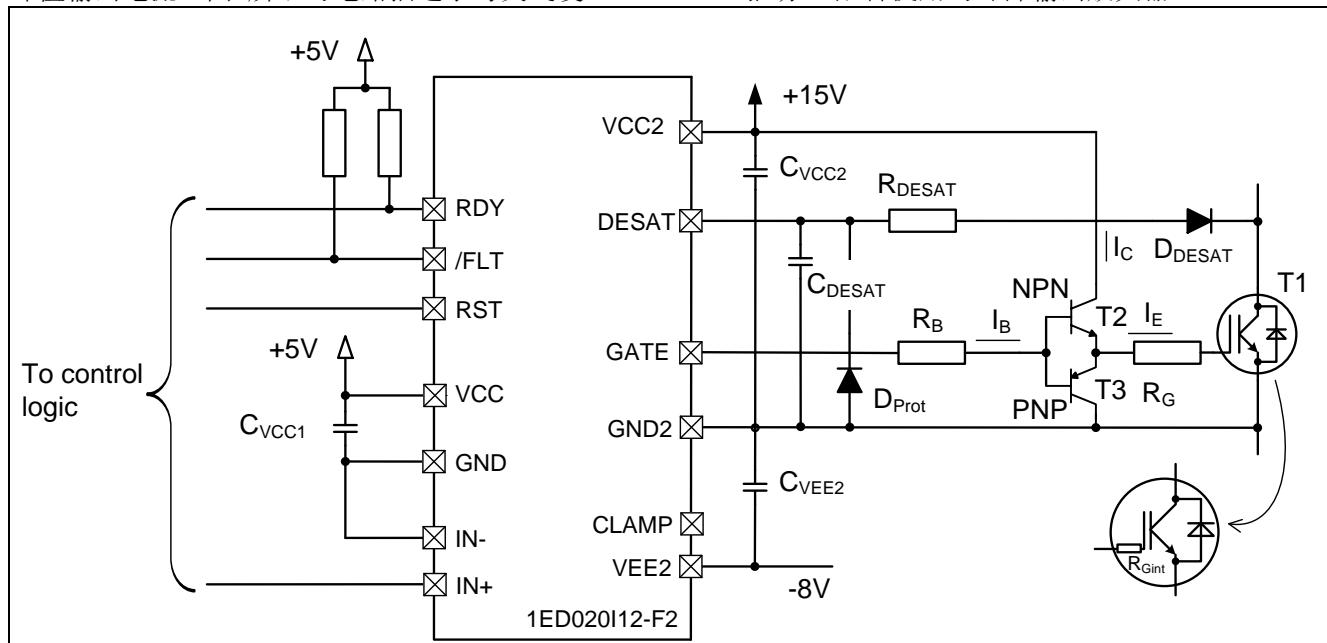
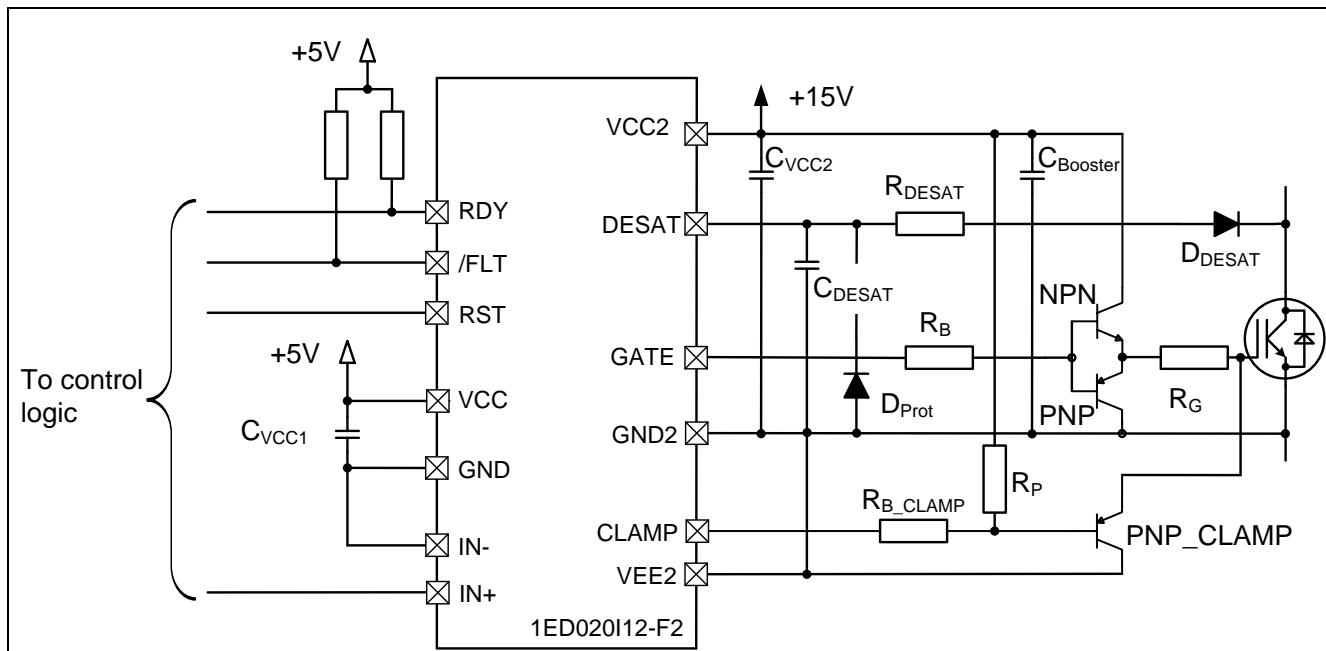

图1 用于驱动大型 IGBT 模块的示例电路（驱动 IC 双极电源）
图4 外部放大器与有源米勒箝位功能示例电路（驱动 IC 单极电源）
典型的外部放大器电路通常由添加到驱动 IC 输出的分立 NPN/PNP 互补输出级构成。图1显示了一种可能的实施方案。其中，NPN 和 PNP 放大晶体管应具有较快的开关速度，以及足够大的电流增益，从而提供所需的峰值输出电流。图1所示的电路描述了与英飞凌1ED020I12-F2驱动 IC 配合使用的外部输出放大器。
- 1) 可以将1ED020I12-F2系列的有源米勒箝位功能与外部放大器配合使用（主要用于单极电源的情形）。当米勒电流大于驱动 IC 的最大箝位能力（对1ED020I12-F2而言为2A）时，需要在箝位路径（IGBT 棚极与 CLAMP 管脚之间）上增加吸收路径。放大晶体管自身也具备吸收能力，但由于栅极电阻器(R_G)的存在，此吸收能力可能不够用。图4提供关于如何实施此额外吸收路径的示例。其中，晶体管 PNP_CLAMP 应具备与外部放大器的 PNP 晶体管相同的电流能力。 R_{B_CLAMP} 是晶体管 PNP_CLAMP 的基极电阻器，其大小可根据晶体管 PNP_CLAMP 进行调整。 R_P 用作起安全作用的上拉电阻器，建议的电阻值为10kΩ级别（以便将流经 R_P 的电流限制到 mA 级别，达到节能的目的）。
- 2) 在使用双极电源时， $VEE2$ 的电势可能与 $GND2$ 不同，而是为负值。这种情形下，一般不需要使用有源米勒箝位功能。直接将 CLAMP 管脚保持开路状态即可（如图1所示）。由于电压阶跃($\Delta V_{out} = VCC2 - VEE2$)发生了变化，因此需要相应地调整 R_g 和 R_B 的电阻值。
- 3) 如果需要将双极电源与有源米勒箝位功能配合使用，则需要根据不同的 $VEE2$ 值对额外的吸收路径（如图4中所示的 PNP_CLAMP 和 R_{B_CLMAP} ）进行相应的调整。请注意，对于英飞凌1ED 驱动 IC 系列而言，由于 CLAMP 管脚是参考于 $VEE2$ 的，因此可以实现这一配置。
- 6) 电源和去耦电容器 C_{VCC2} (如图1所示) 需要根据外部放大器进行调整, 以确保电源电压的质量, 使其足以支持三个主要功耗部分: 驱动 IC、负载(IGBT)和外部放大器。也可以使用单独的去耦电容器解决方案来优化该设计: C_{VCC2} 需靠近驱动 IC, $C_{BOOSTER}$ 需靠近外部放大器晶体管 (如图4所示)。
为了更全面地理解该示例，可以考虑在下面的示例中使用真实数据进行计算。使用图1作为参考设计，1ED020I12-F2为驱动 IC。使用英飞凌600A IGBT 模块 FZ600R12KP4作为负载，该负载可使用10A 峰值电流正常驱动。对于外部放大器，使用 ZXTN2031F [3]作为 NPN 晶体管，ZXTP2025F [4]作为 PNP 晶体管，二者为配对晶体管，并具有相似的参数。
在使用单极电源和有源米勒箝位功能的情形下（如图4所示），需要根据新的电压阶跃 ($\Delta V = VCC2$) 来调整计算过程。箝位晶体管 PNP_CLAMP 的调整过程和计算方式与外部放大器的 PNP 晶体管类似。